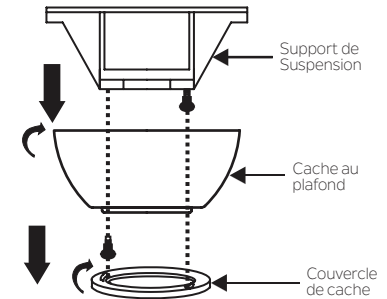

Fig. 5
Étape 1. Retirez le couvercle décoratif du fond du cache en le tournant dans le sens antihoraire. (Fig. 5)
Étape 2. Retirez le support de montage au plafond du cache en retirant (et en mettant de côté) l'une des deux vis. Desserrez la vis restante d'un demi-tour. (Fig. 5)